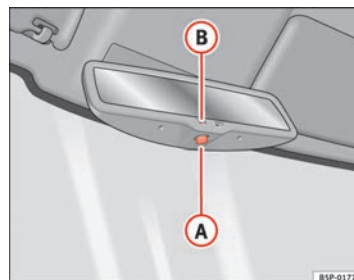

Fig. 67 Specchio retrovisore interno fotocromatico
- Premere il tasto (A) ⇒ fig. 67. La spia (B) si spegne.
- Premere il tasto **A** ⇒ fig. 67. La spia si accende.